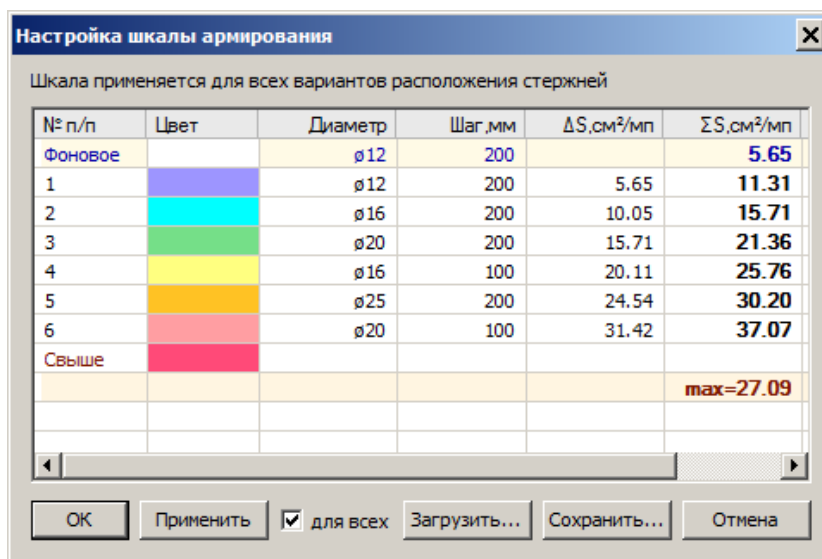

Рис.23.43. Диалоговое окно **Настройка шкалы армирования**
- Вызовите диалоговое окно **Настройка шкалы армирования** (рис.23.43) щелчком по кнопке  - **Шкала армирования** в раскрывающемся списке **Шкала** (панель **Настройки** на вкладке **Армирование**).